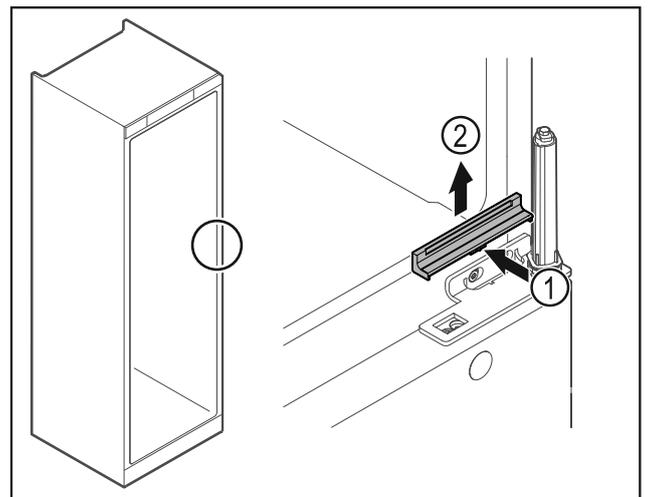

Fig. 31
- ▶ Abdeckung Fig. 31 (1) in der Mitte leicht eindrücken und nach oben abnehmen Fig. 31 (2).